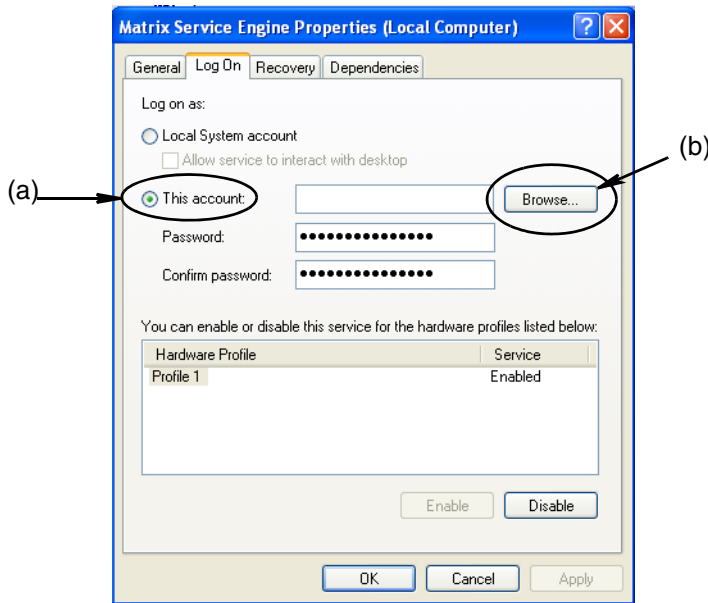

图 58
- f. 选择“此帐户” (a) (图 58)。
- g. 单击“浏览”按钮 (b) (图 58)。
- 如果找到用户名，再次显示图 58 中的屏幕。在计算机上输入密码。在确认密码字段中，再次输入完全相同的密码。